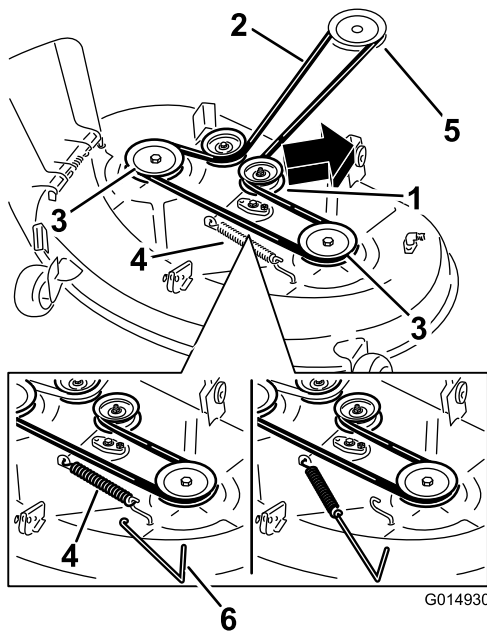

Figura 57
4. Usando una herramienta para la retirada de muelles, retire el muelle tensor del gancho de la carcasa para eliminar la tensión de la polea tensora, y retire la correa de las poleas (Figura 57).
5. Pase la correa nueva alrededor de las poleas del motor y del cortacésped (Figura 57).
6. Usando una herramienta para la retirada de muelles, instale el muelle tensor sobre el gancho de la carcasa y tense la polea tensora y la correa del cortacésped (Figura 57).